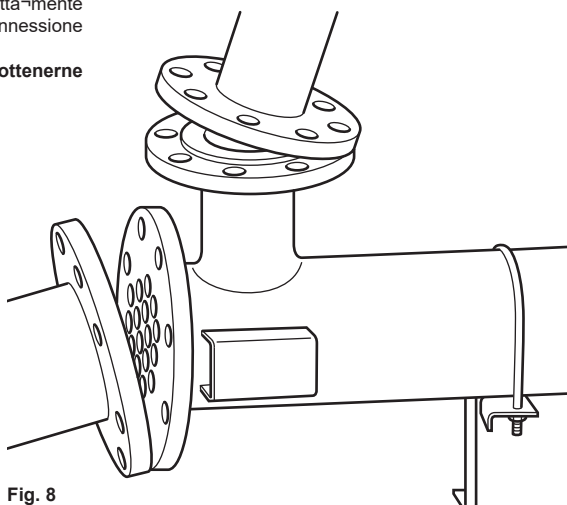

Fig. 8
4.7 Assicurarsi che lo scambiatore sia posizionato in modo che tutti gli attacchi siano perfettamente allineati alle rispettive tubazioni di connessione (Fig. 8).